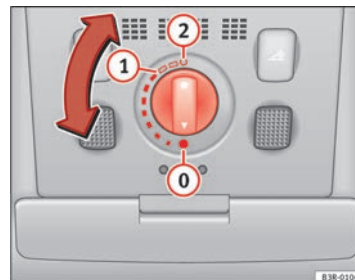

Abb. 82 Ausschnitt aus Dachhimmel: Drehschalter für Schiebe-/Ausstelldach
Das Schiebe-/Ausstelldach wird mit dem Drehschalter → Abb. 82 bedient. Zum Auf-/Zuschieben ist der Drehschalter in mehrere Rasterstellungen einstellbar und funktioniert nur bei eingeschalteter Zündung. Das Ausstellen kann nur in der Drehschalterstellung 0 erfolgen.
- Drehen Sie den Schalter in Stellung ① ⇒ Abb. 82 - der Schalter rastet spürbar ein. Das Dach öffnet sich jetzt nur bis zur windgeräuscharmen Komfortstellung.
- Drehen Sie den Schalter in Stellung ④ ⇒ Abb. 82, um das Dach zu schließen ⇒ ⚠.
- Drehen Sie den Schalter in die Ausgangsstellung  ⇒ Abb. 82.